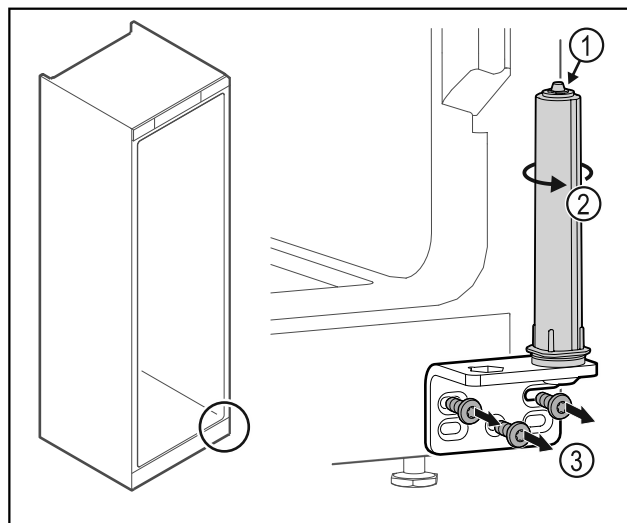

Fig. 31
- ▶ Μην αποσυναρμολογείτε το σύστημα κλεισίματος πόρτας Fig. 31 (1).
- ▶ Περιστρέψτε το σύστημα κλεισίματος Fig. 31 (2), μέχρι να κάνει κλικ.
- ▶ Ξεβιδώστε τη γωνία μεντεσέ Fig. 31 (3).